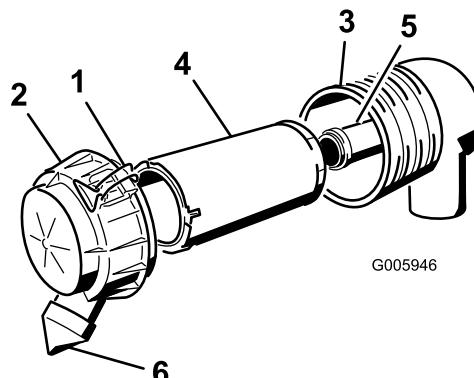

図 28
3. エアクリーナのラッチを外し、ボディからカバーを外す（図 28）。
6. 1次フィルタをゆっくり引き抜くようにしてエアクリーナのボディから外す（図 28）。ボディの側面にフィルタをぶつけないように注意すること。
9. 安全フィルタを交換する場合には、十分に注意しながら、フィルタのボディに挿入する(図 28)。
10. 1次フィルタをゆっくり押し込むようにして安全フィルタの上から取り付ける(図 28)。フィルタの外側リムをしっかりと押さえて確実にボディに密着させる。
11. 上下方向を確認してエア・クリーナ・カバーを正しく取り付け、ラッチを掛ける(図 28)。